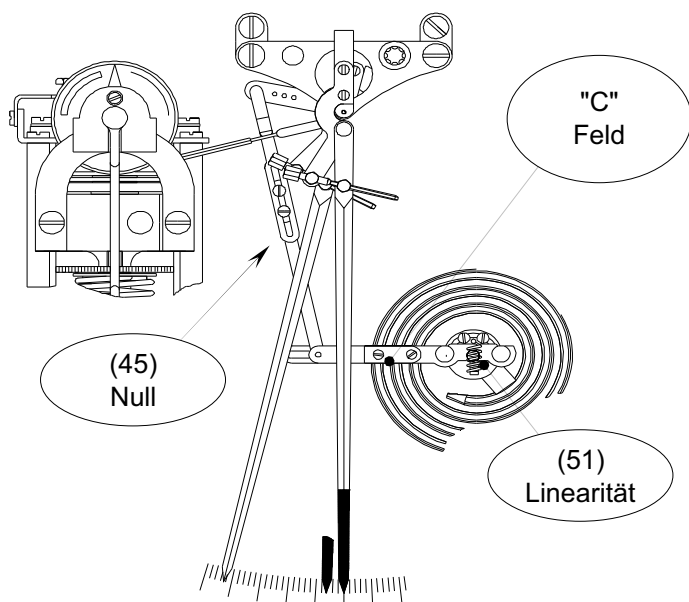

Fig. 8.1.1
Um eventuelle kleine Abweichungen des schwarzen Zeigers der gemessenen Variable vom realen Wert zu korrigieren, den sechseckigen Teil des Verbindungsstabes (45) drehen (siehe Fig 8.1.1).
Siehe Fig. 8.1.1 für Temperatur- und Druckelemente (Serie 350).